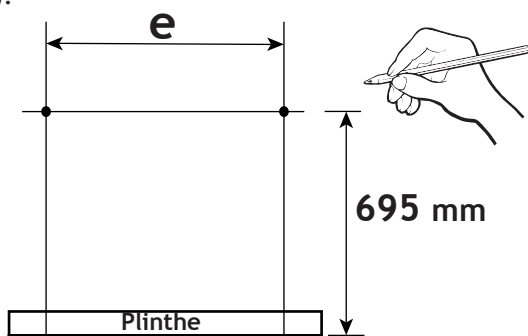

Fig. 5
4.1 En respectant les mesures de sécurité indiquées antérieurement, réalisez 2 marques sur le mur, selon la mesure "e" indiquée sur le cadre de montage (fig. 5), et à une hauteur de 695 mm du sol (et non de la plinthe).